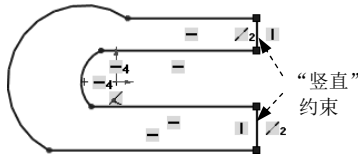
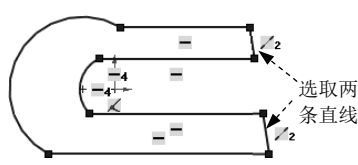

图 4.13.11 添加“竖直”约束
图 4.13.12 选取两条直线
Step4. 添加如图 4.13.11 所示的“竖直”约束。按住 Ctrl 键，选取如图 4.13.12 所示的两条直线，系统弹出“属性”对话框，在 **添加几何关系** 区域中单击 **竖直(V)** 按钮。